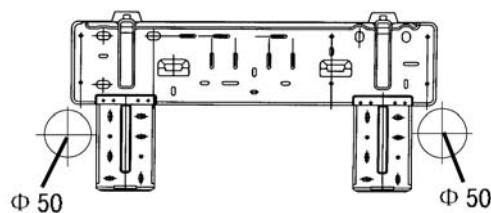

Fig. 1
1. Fare il foro per il tubo ($\varnothing 50$) nel muro in modo da dargli una leggera inclinazione verso parte esterna. (vedi fig. 1)